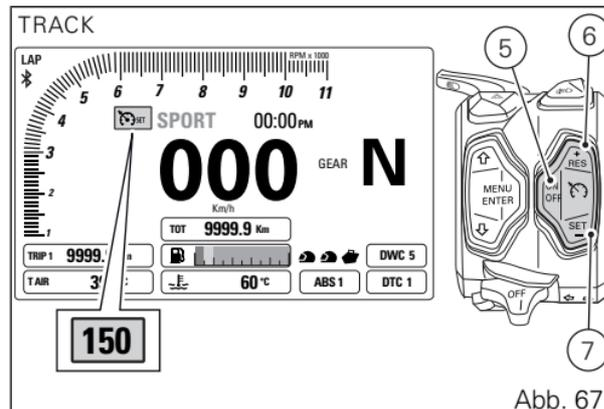

Abb. 67
- durch Drücken der Taste (5, Abb. 67):